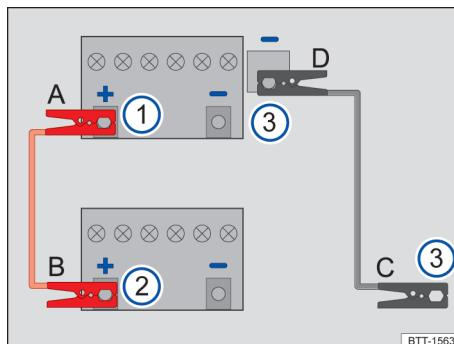

图 145 应急启动 - 电缆连接示意图
→ 图 145 的图例：
仅按照顺序 A - B - C - D 连接应急启动电缆→ 图 145。
- 将红色应急启动电缆的一端连接到 12V 汽车蓄电池→ 图 145 ① 电量耗尽的车辆的正极 (+) 上→ ▲。
- 将红色应急启动电缆的另一端连接到供电车辆→ 图 145 ② 的正极 (+) 上。
- 将**黑色**应急启动电缆的一端连接到应急启动接点（接地端）→图 145 ③上。
- 将**黑色**应急启动电缆的另一端连接到 12V 蓄电池电量耗尽的车辆→图 145 ③ 上。→▲
- 仅按照顺序 D - C - B - A 断开起动辅助电缆 →图 145。